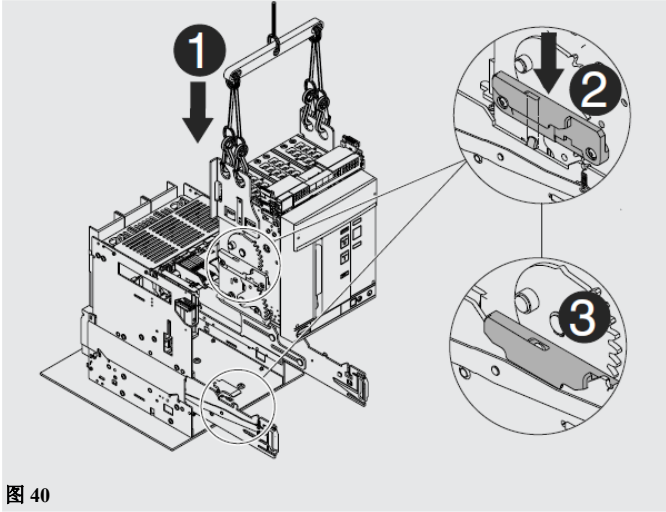

图 40
4. 将移动部分置于固定部分的导轨上。将凹槽部分嵌入固定部分的导轨上并固定。见图 40。